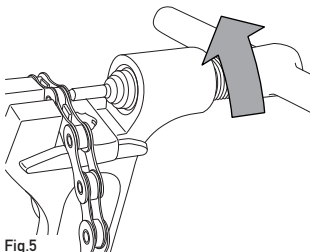

Fig.5
- enroscar la herramienta hasta que el perno no haya salido completamente del orificio del eslabón (**Fig. 5**).